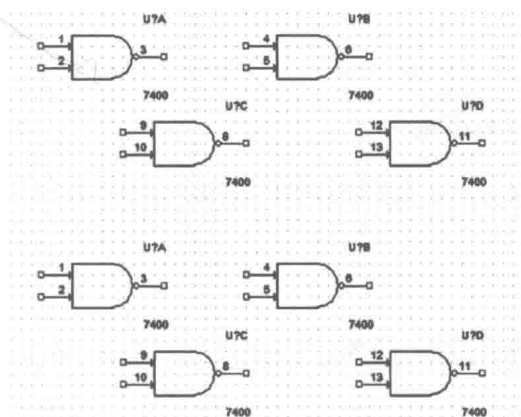

图 1.3.18 Preserve Designator
(1) Preserve designator (见图 1.3.18): 当 Reference 清成“?”时, 同类型复合元件可保留 Section。